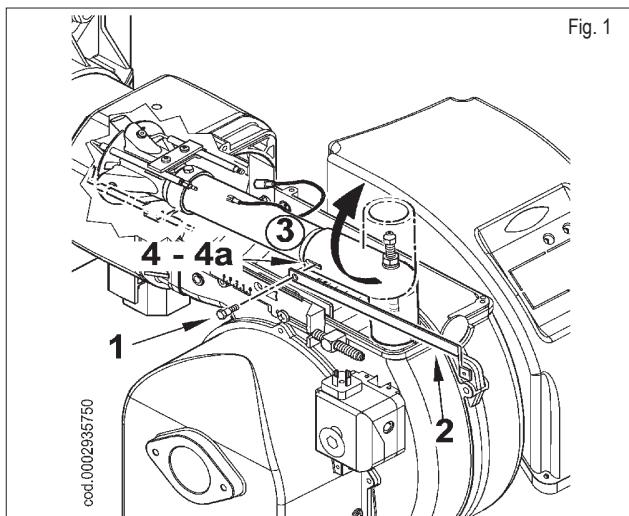

Fig. 1
- 1) Открутите винты и снимите крышку 2 (рисунок 1).
- 1) Опираясь на инструкции из параграфа "Обслуживание", снимите узел смесителя, открутите винт (1), соединяющий выдвижную штангу (2) узла с газоподводящей трубой (3), вынимая его через петлю (4) на изогнутом штуцере (рисунок 1).
- 2) Поверните на 180° изогнутый штуцер так, чтобы отверстие газоподводящей трубы совпадало с петлёй (4a), расположенной на штуцере в противоположном по диаметру положении. Соедините выдвижную штангу (2) с трубой подвода газа (3) при помощи винта (1), как показано на рисунке 1.
- 3) Теперь снимите 4 гайки (5), показанные на рисунке 2, демонтируйте трубу пламени (6) и, сняв установочные штифты, выньте камеру (7). Поместите резьбовое соединение камеры для крепления газовой рампы в сторону верха.
- 4) Для завершения операции закрепите трубу пламени (6) и камеру (7) 4 гайками (5), а после вставьте в паз узел смесителя.